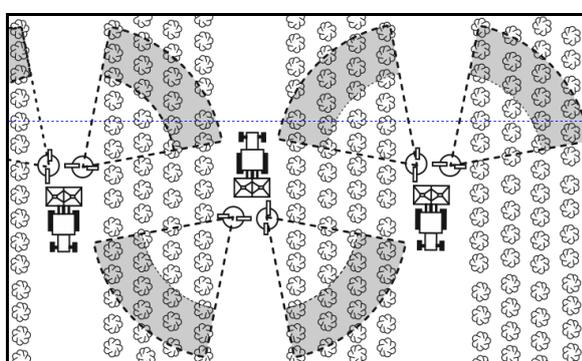

図 20
5. プロペラシャフトを所定のホルダ（図 20）に入れます。